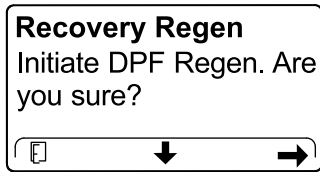

Figura 62
4. Nella schermata INITIATE DPF REGEN premete il pulsante destro per continuare (Figura 62).